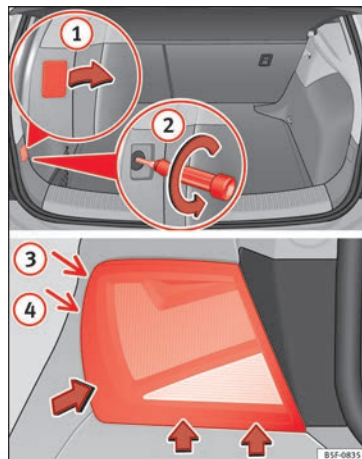

Bild 111 Bagagerum: Leta rätt på skruven som håller fast bakljusenheten. Ta bort bakljusenheten från sidopanelen.
- Ta bort luckan genom att bända med den platta sidan av skruvmejseln i fliken och ta bort luckan från öppningen » **bild 111** ①.
- Skruva försiktigt loss skruven bredvid locket med en skruvmejsel genom att skruva motsols » **bild 111** ②.
- Luta lampan i pilarnas riktning tills det lossnar (position ③ och ④ » **bild 111**)